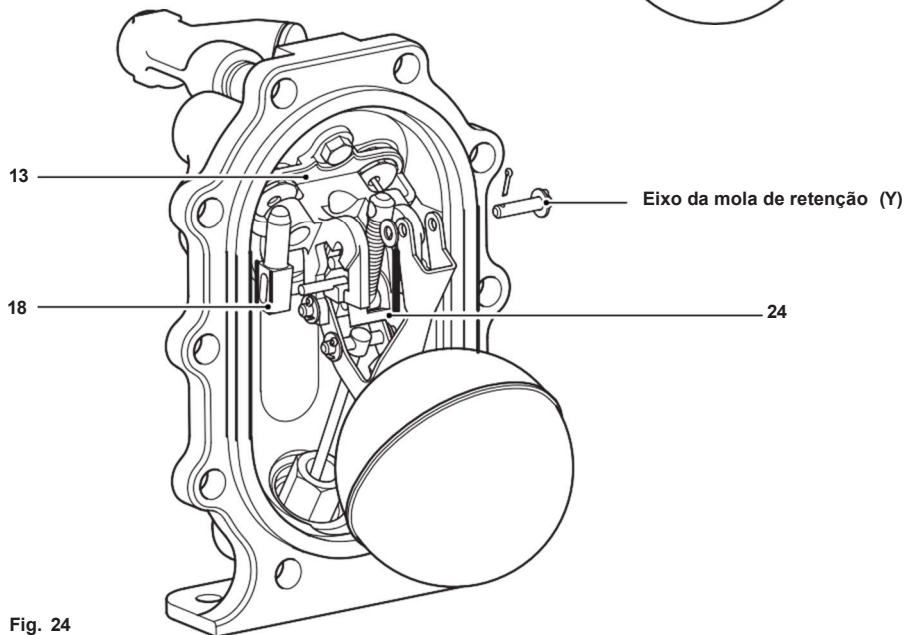

Fig. 24
10. Coloque uma nova junta metálica (item 19) sobre as roscas da sede antes de realizar o aperto da tampa.
15. Para remover a válvula de exaustão (item 18), remova pinos, arruelas e eixos (Y) do topo dos pivôs da mola e da bomba (veja Fig. 24).
17. Movimente a alavanca do atuador com a válvula de exaustão para baixo até que este fique livre. Pode ser necessário deslizar a válvula de exaustão para trás contra sua mola interna para liberá-la do eixo do suporte da bomba (item 13).